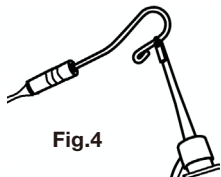

Fig.4
- (4) Faça tocar o gancho de lábios na seção dobrada do clipe da lima (Fig.4), a tela mostrará "OVER", (como mostrado na Fig. 5c), caso contrário, isso significa que o clipe da lima ou o cabo de medição está danificado e deve ser substituído